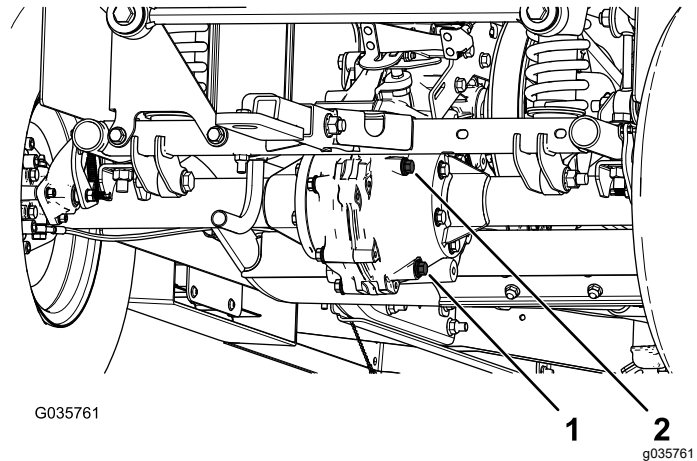

Bild 59
4. Entfernen Sie die Füllschraube am Getriebe (Bild 59).
5. Wenn der Ölstand niedrig ist, nehmen Sie die Füllschraube ab und füllen Sie die angegebene Ölsorte ein, bis das Öl aus dem Loch ausläuft (Bild 59).
1. Stellen Sie eine Auffangwanne unter die Ablassschraube (Bild 59).
2. Entfernen Sie die Füllschraube und die Dichtung (Bild 59).
3. Entfernen Sie die Ablassschraube und die Dichtung und lassen das Öl vollständig ablaufen (Bild 59).